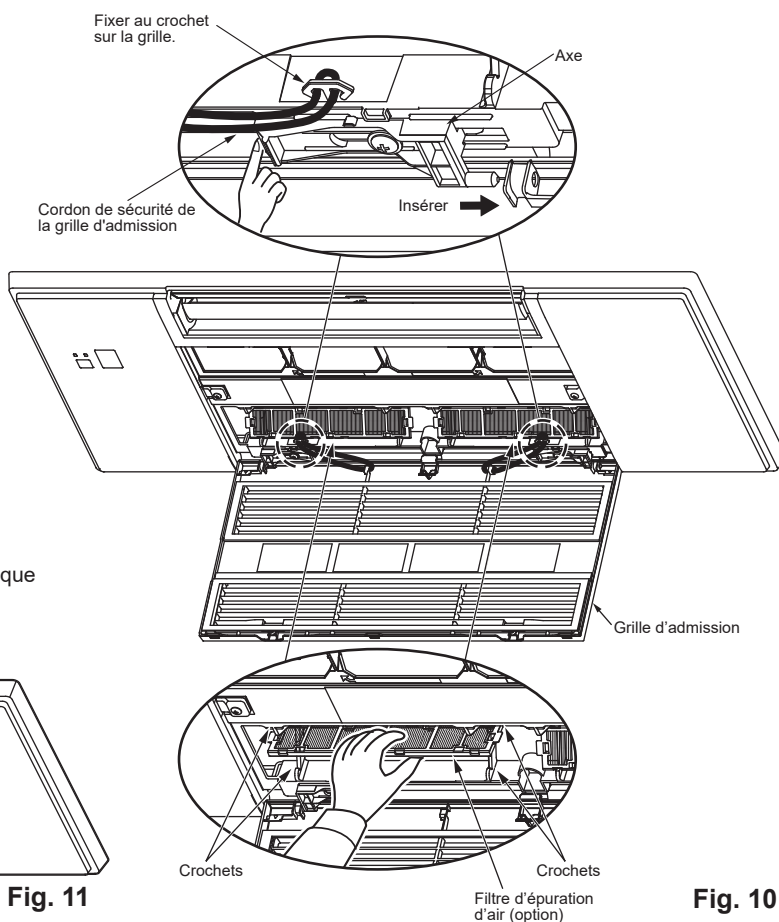

Fig. 10
12. Fixez les filtres d'épuration d'air (option) aux crochets qui leur sont destinés sur la grille. (Fig. 10)